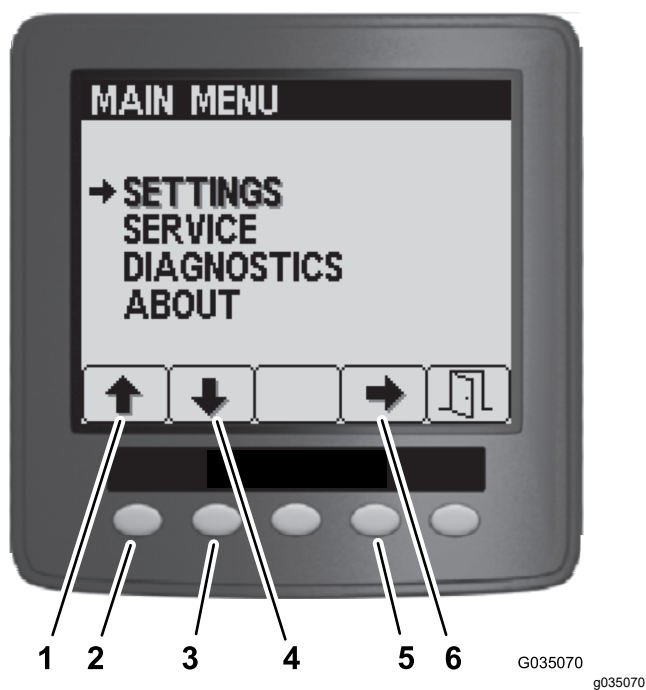

Рисунок 189
3. На экране Main Menu (Главное меню) с помощью кнопок 1 или 2 перейдите к пункту Settings (Настройки), затем нажмите кнопку 4, чтобы выбрать меню Settings (Настройки) (Рисунок 189).